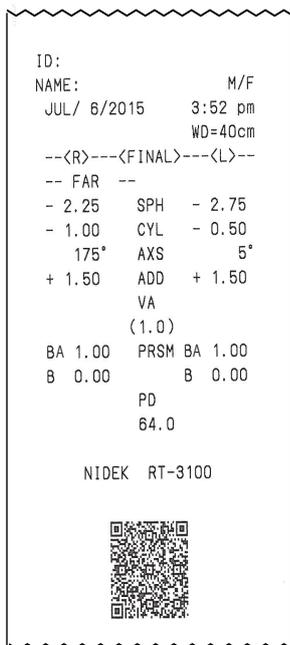

Abbildung 1
- Wenn der Parameter QR code auf „QR1“ eingestellt wird, werden die Enddaten und der QR-Code gedruckt. Siehe Abbildung 1.